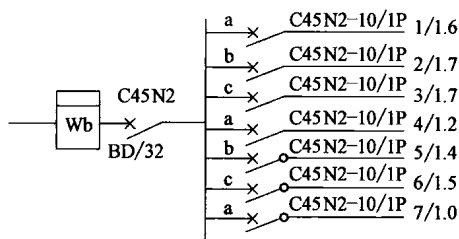

图 1-6 照明系统图
4) 配电回路参数。照明系统图中各条配电回路上, 应标出该条回路上的总容量, 其中也包括电风扇、插座和其他设备等的容量。配电回路用单线表示, 如图 1-6 所示。